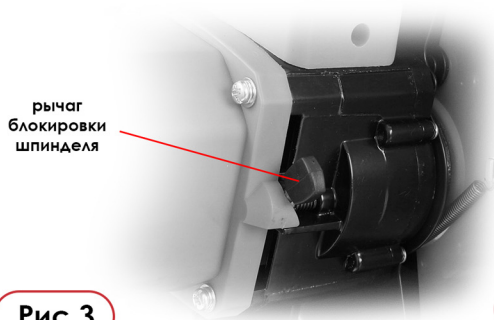

Рис.3
2. Заблокировав шпиндель, шестигранным ключом, входящим в комплект поставки, отверните крепежный болт чтобы снять диск. (Рис. 3)